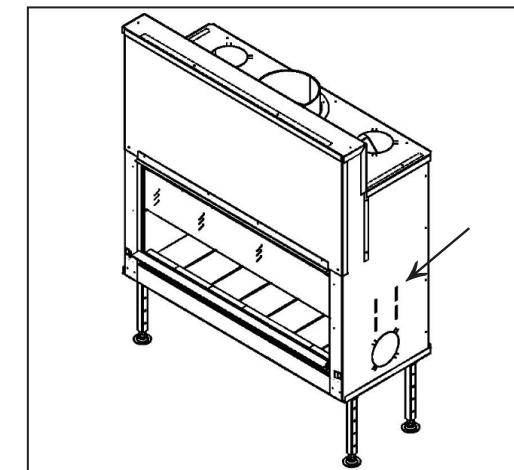

FIG. 1
- Le maniglie per il trasporto devono essere introdotte nelle appropriate fessure sui lati del caminetto (vedi fig. 1).
- Les poignées de transport sont introduites dans les fentes prévues de chaque côté du LUNA. (Fig.1)